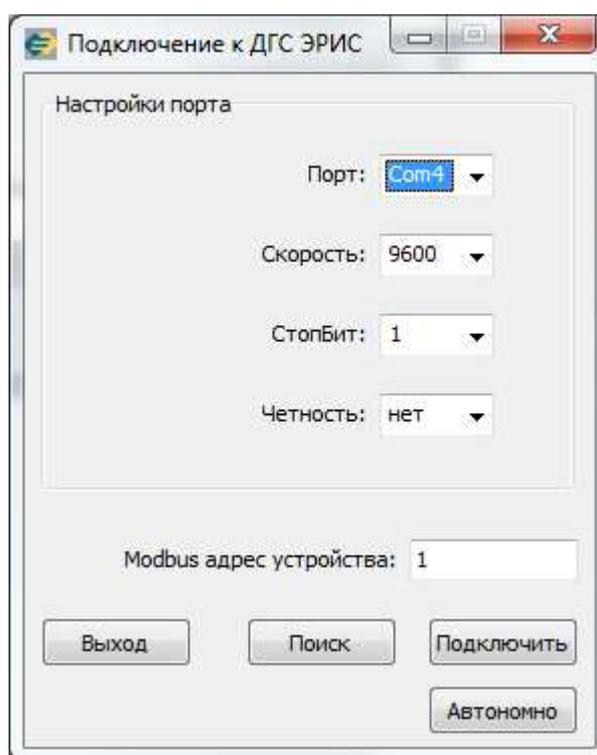
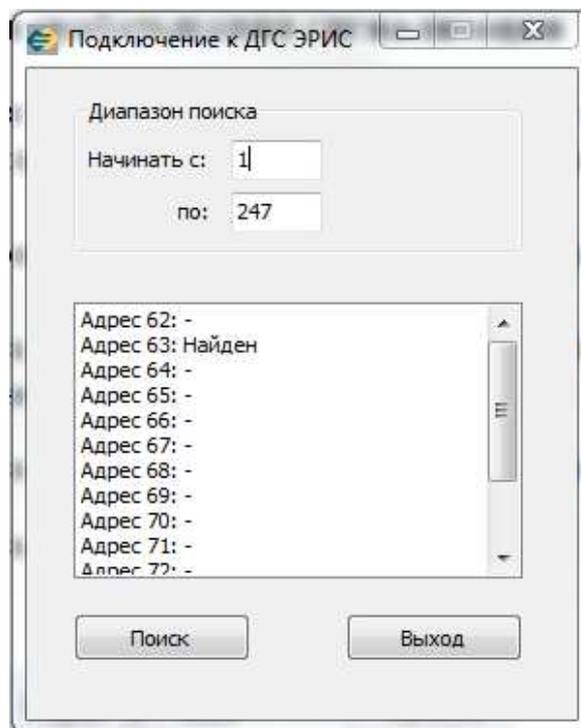

Рисунок 1 – Окно подключения к ДГС ЭРИС
Рисунок 9 – окно поиска
После запуска программы ДГС ЭРИС-210_230 мод.1 отобразится окно подключения к ДГС ЭРИС (рисунок 1).
1. Запустите программу ДГС ЭРИС-210_230 мод.1, после этого отобразится окно подключения к прибору ДГС ЭРИС (рисунок 1).
После нажатия на кнопку «Поиск» в окне подключения к ДГС ЭРИС (рисунок 1) отобразится окно поиска (рисунок 9).